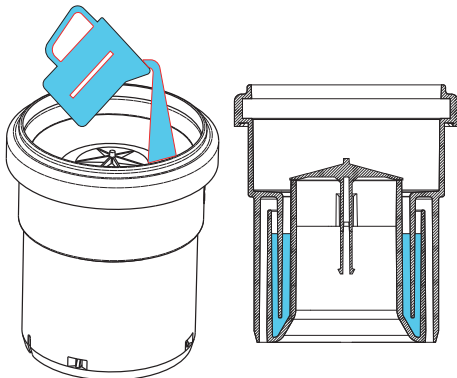
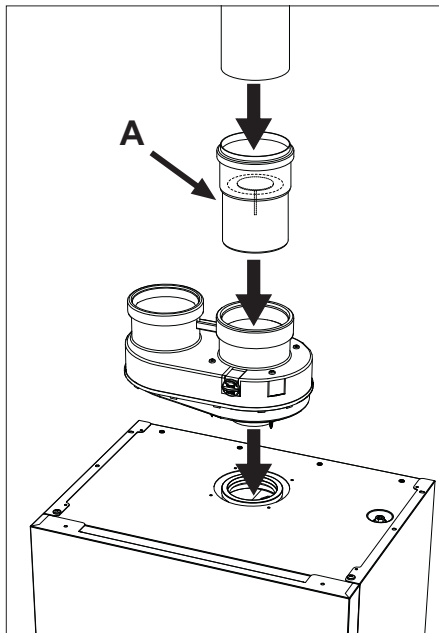

fig. 42- Sifonul din interiorul supapei cu clapetă
fig. 43- SUPAPĂ CU CLAPETĂ
Centrala poate fi conectată la hornuri colective cu presiune pozitivă **NUMAI DACĂ ESTE ALIMENTATĂ CU GAZ METAN (G20), cu hornuri separate și dotată cu „SUPAPĂ CU CLAPETĂ”** (det. A - fig. 43) **cod 041106X0**. Instalarea supapei trebuie să fie efectuată conform instrucțiunilor din fig. 43 și din fig. 42.
**! „SUPAPA CU CLAPETĂ” (det. A - fig. 43) cod 041106X0